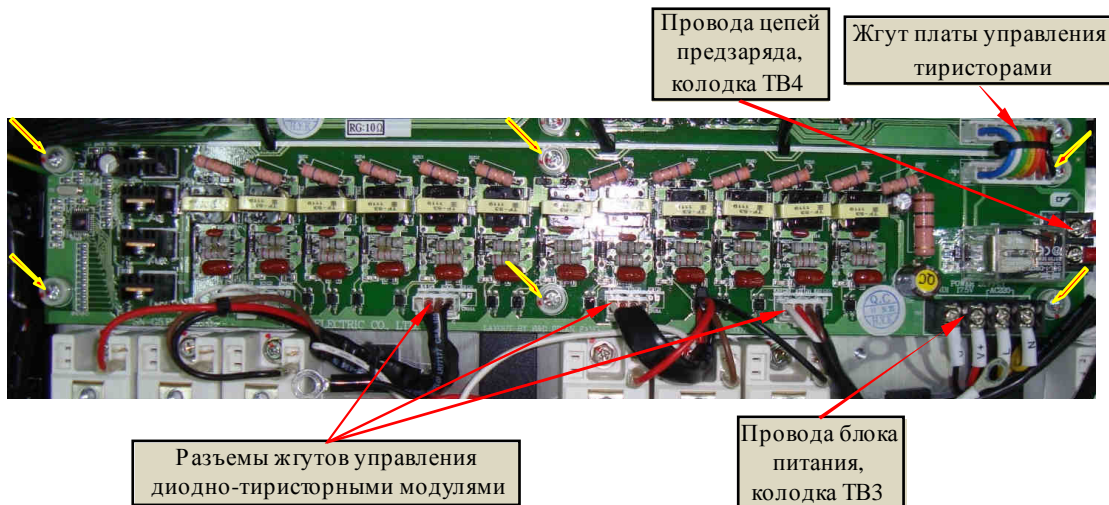

Рис. 6.28.
6.14.1. Отсоединить на плате управления тиристорами разъемы в всех жгутов, отсоединить провода цепи предзаряда, выкрутив 2 винта на клеммной колодке ТВ4, отсоединить провода блока питания, выкрутив 4 винта на клеммной колодке ТВ3 (рис. 6.28).